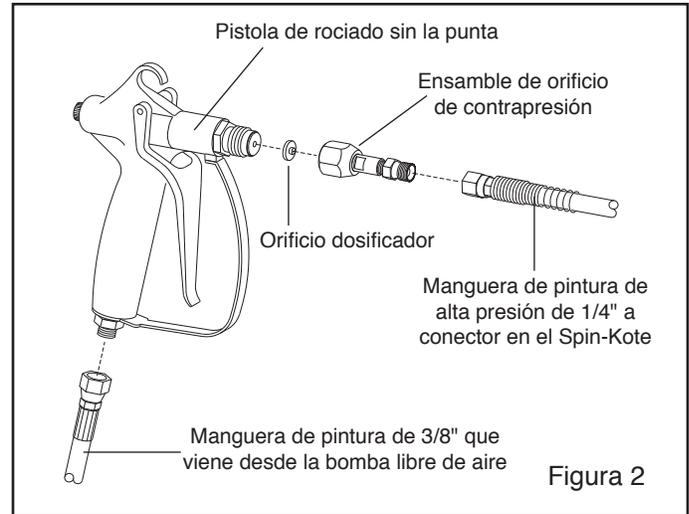

Figura 2
2.1 Convertir Pistola de Rociado Libre de Aire, refiérase a la Figura 2